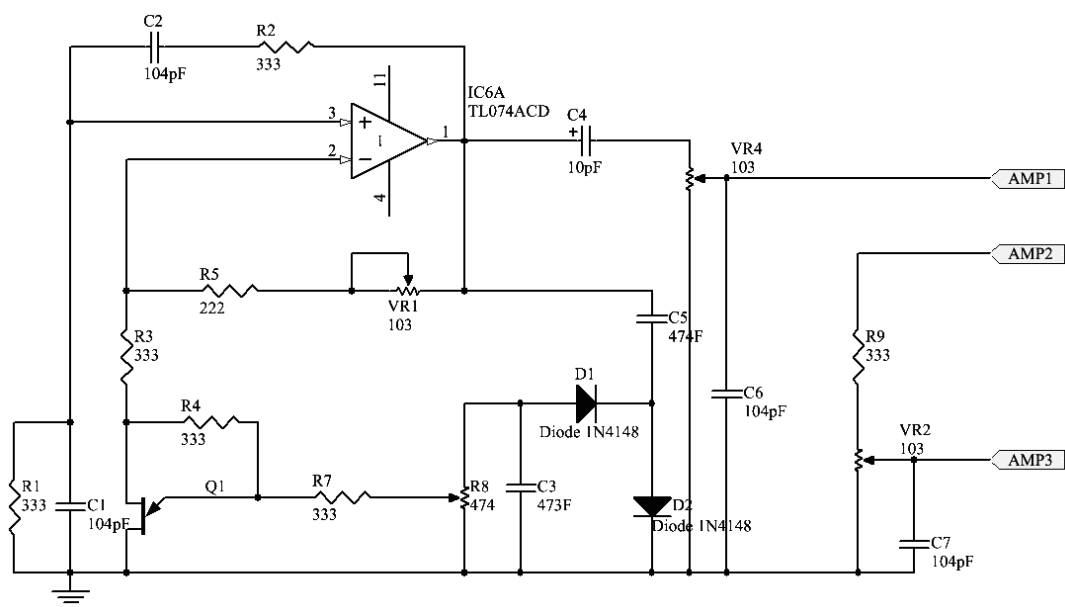

图 5-25 放置电路端口
2) 用同样的方法在原理图中放置其余电路端口, 结果如图 5-25 所示。